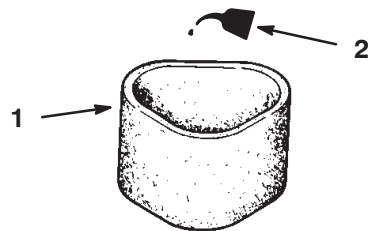

Bild 18
3. Gießen Sie etwas Öl auf den Einsatz (Bild 18). Drücken Sie den Einsatz, um das Öl zu verteilen.